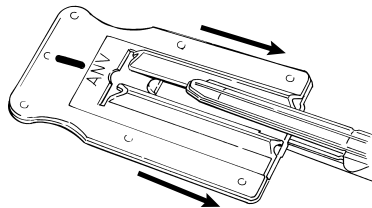

FIGURA 5
- 8a. Identifique los laterales del yunque (ANV) y el cartucho (CART) del paquete del tejido Peri-Strips Dry. Coloque la grapadora abierta sobre el paquete del tejido (Figura 5).